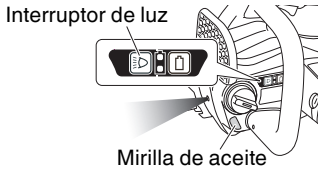

Fig. 15
- Cuando enciende el interruptor de la luz en el cuadro de mandos, se enciende una luz LED y la luz interna mejora la visibilidad. (Fig. 15) (Compruebe esto en el paso 6.)
- 6. Comprobar si la luz LED funciona (Fig. 15)